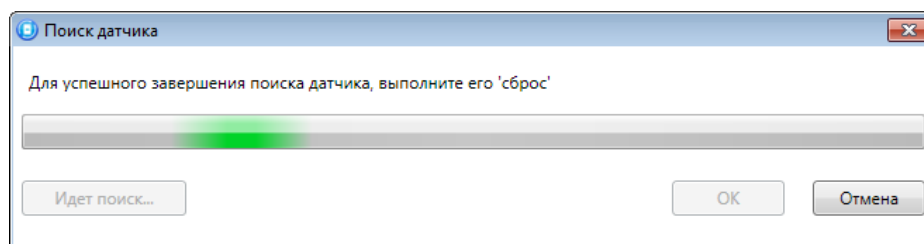

Рис. 10.7. Поиск радиоустройства
3. Контроллер начнет поиск радиоустройства (Рис. 10.7).